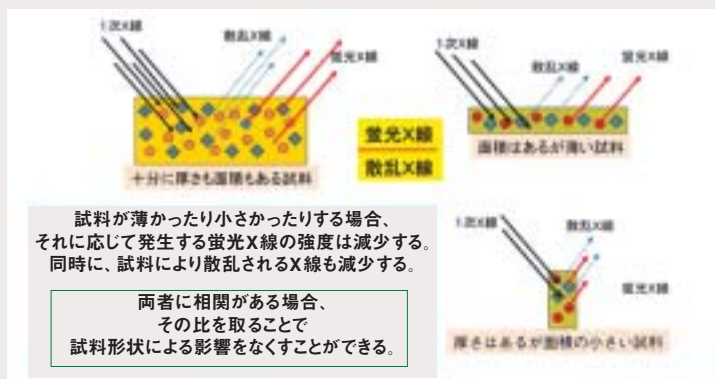

図2 散乱線による形状補正の仕組み
②試料の厚みや形状によって測定値の補正をかけるソフトを搭載している(図2)。
③塩化ビニルの割合など材質による違いも判定して補正をかけることができる。